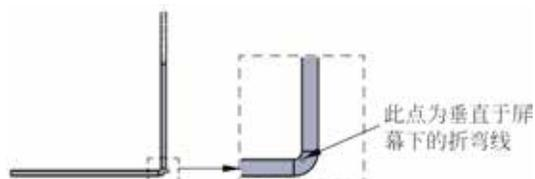

图 5.91 材料在外
-  (材料在外) 单选项: 选取该选项时, 折弯线位于固定面所在平面的外表面和折弯壁的内表面所在平面的交线上, 如图 5.91 所示。